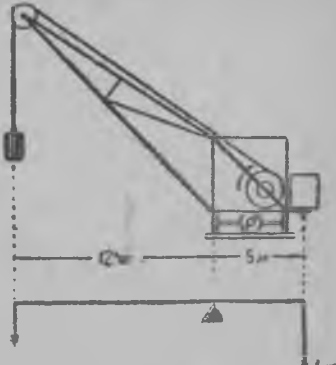

Рис. 150. Ностанда круана.
2. Рисунок 150 он изобразитту ностанда круана Четаиккуа, миттӕнен грузан войби ностуа тӕл круанал, если васта пайно пайнау 1 т. (Схема, кудама